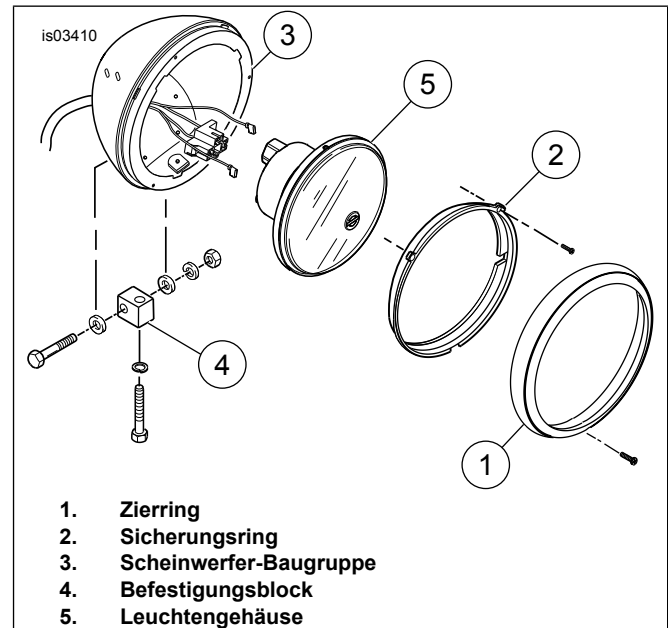

Abbildung 1. Scheinwerfer-Baugruppe
1. Siehe Abbildung 1. Die Zierringschraube und den Zierring (1) entfernen.
- Siehe Abbildung 1. Den Befestigungsblock (4) und die Befestigungsteile entfernen.